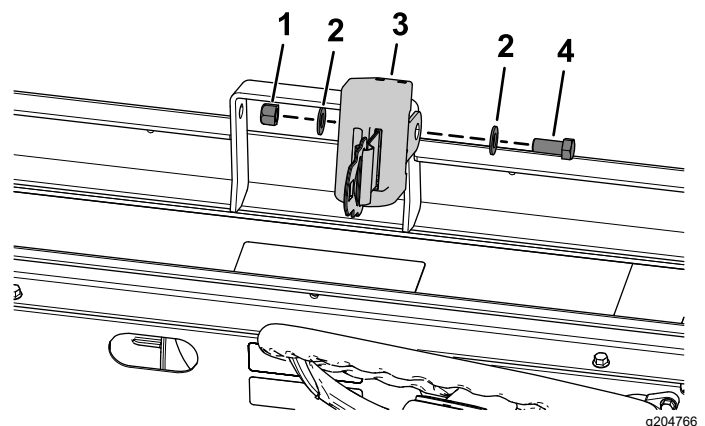

Figura 28
4. Montate una cintura di sicurezza utilizzando un bullone a testa esagonale (7/16" x 1"), 2 rondelle piane (7/16") e un dado di bloccaggio (7/16") come illustrato nella Figura 28.